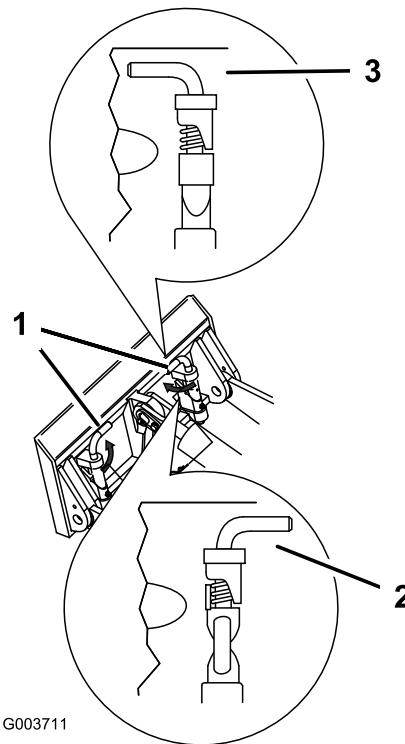

Figura 21
- Acople los pasadores de enganche rápido, asegurándose de que están correctamente introducidos hasta el fondo en la placa de montaje (Figura 21).